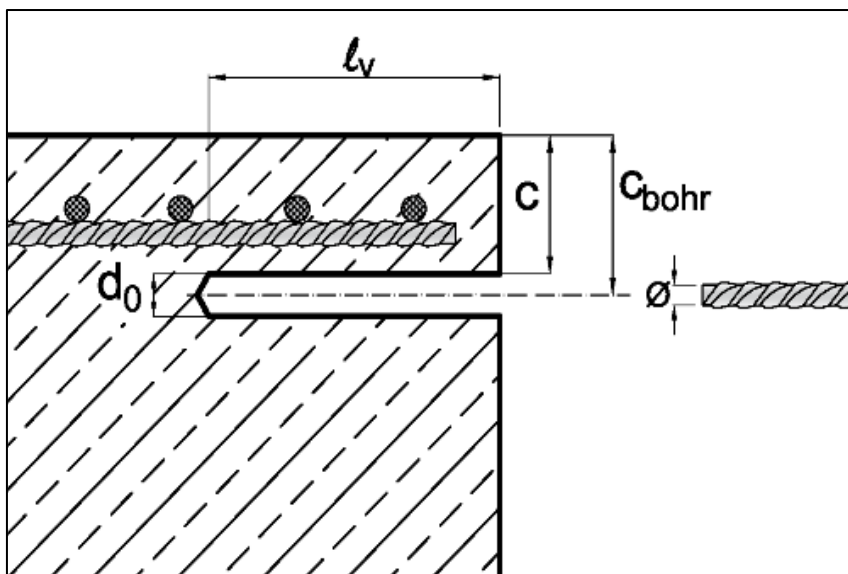

Abbildung 1: Verankerung am Bauteilrand
- Der Mindestabstand zum Bauteilrand (vgl. Abbildung 1) beträgt: $c_{\text{bohr}} = c + d_0 / 2$